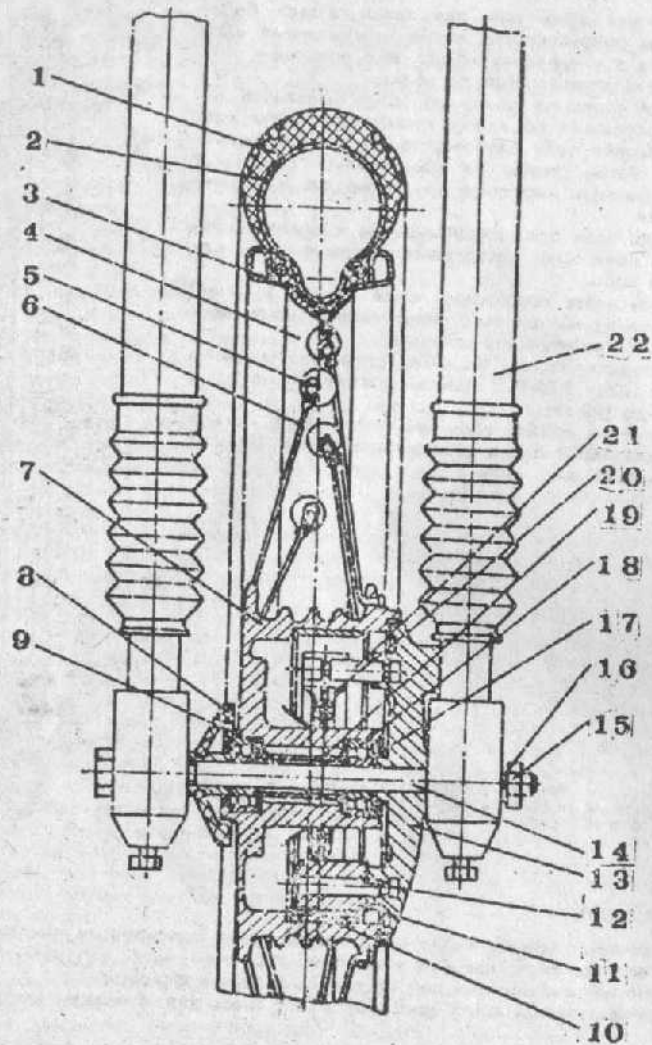

Рис. 18. Колесо переднее.
Снятие переднего колеса (рис. 18).
- выбейте легкими ударами ось 14 колеса (рис. 18).